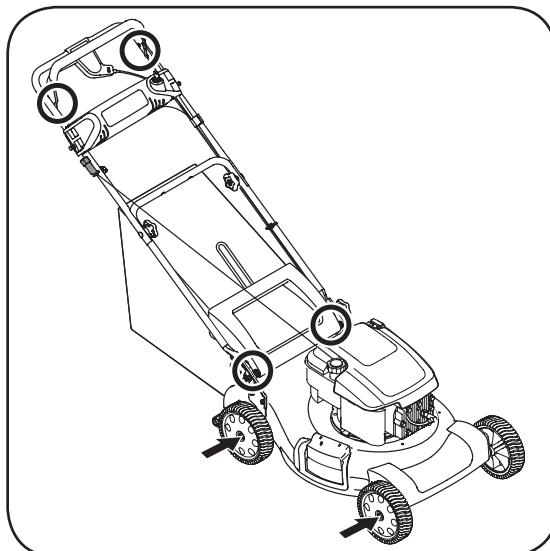

Figura 5-1: Áreas de lubricación en la podadora.
- Lubrique con aceite ligero los puntos de pivote del control de la cuchilla al menos una vez cada estación. El control de la cuchilla debe funcionar libremente en ambas direcciones, Figura 5-1.